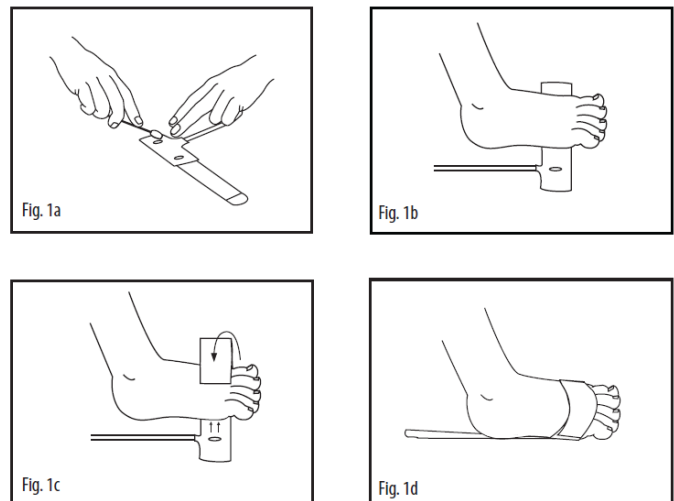

Fig. 23 LNCS Sensor Anwendung für Schwangere und Neugeborene
- 2 Siehe Bild 1a in Fig. 23: Bei empfindlicher Haut kann die Klebrigkeit des medizinischen Klebstoffs vermindert oder beseitigt werden, indem Sie die Klebestellen mit einem Wattebausch oder mit Gaze betupfen.
- 3 Siehe Bild 1b in Fig. 23: Verlegen Sie das Sensorkabel so, dass es entweder von der Patientin bzw. vom Patienten weg zeigt oder an der Unterseite des Fußes entlang läuft. Bringen Sie den Detektor auf dem fleischigen Teil der seitlichen Seite der Fußsohle in Höhe der vierten Zehe an.
- 4 Siehe Bild 1c in Fig. 23: Wickeln Sie die Klebe-/Schaumstofffolie um den Fuß und achten Sie darauf, dass das Senderfenster (roter Stern) direkt gegenüber dem Detektor ausgerichtet ist. Achten Sie auf die korrekte Ausrichtung des Detektors und des Emitter-Fensters, während Sie die Klebe-/Schaumstofffolie anbringen, um den Sensor zu sichern.
- 5 Siehe Bild 1d in Fig. 23: Überprüfen Sie die korrekte Positionierung und positionieren Sie sie gegebenenfalls neu.